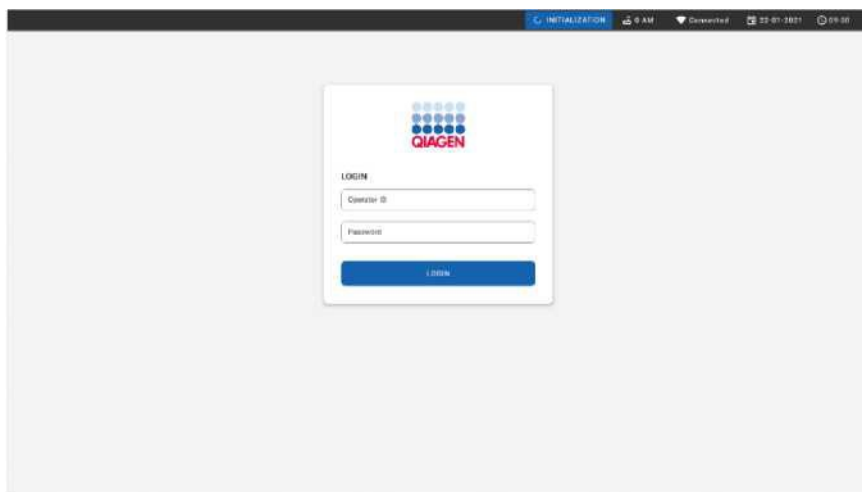

Рис. 50. Экран входа в систему
3. Войдите в систему, как только появится экран входа в систему (рис. 50).